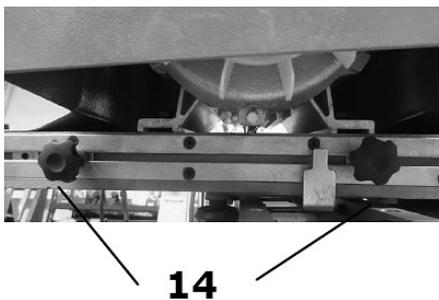

Abb. 22: Endanschlag links und rechts der Bohrspindel
Schritt 4: Klemmhebel (Pos.6 Abb.22) lösen und Bohrabstand einstellen.